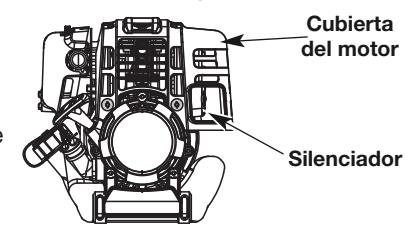

Fig. 28
2. Saque la cubierta del motor (Fig. 28).